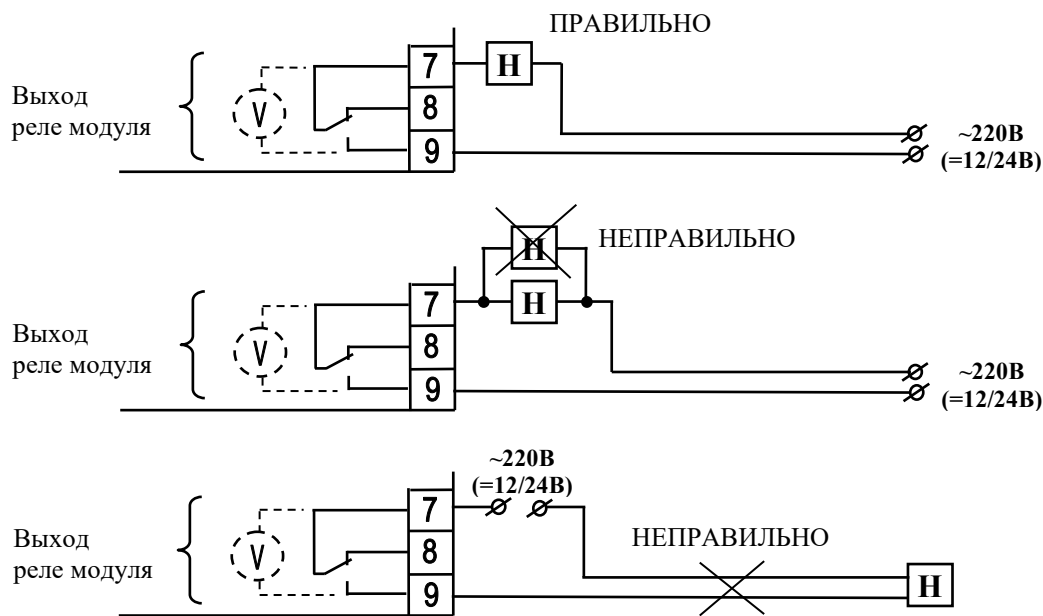

Рис.5. Особенности схемы подключения нагрузки к ELEKOR-U.
2.1.3. На рис. 5 показаны наиболее часто встречающиеся ошибки подключения нагрузки к контактам модуля. На рисунке представлен также принцип контроля цепи управления, который условно может быть представлен как вольтметр, измеряющий напряжение между клеммами 3 и 5.
Как демонстрирует рис.5, модуль обеспечивает контроль исправности цепи только одной подключенной нагрузки – обрыв цепи второй нагрузки обнаружен не будет.
При этом для эффективного контроля исправности нагрузки и цепи управления рекомендуется устанавливать модуль вблизи нагрузки (см. рис.2-4). При работе с удаленной нагрузкой, как показано на рис.5, короткое замыкание в проводах, питающих нагрузку, обнаружено не будет.